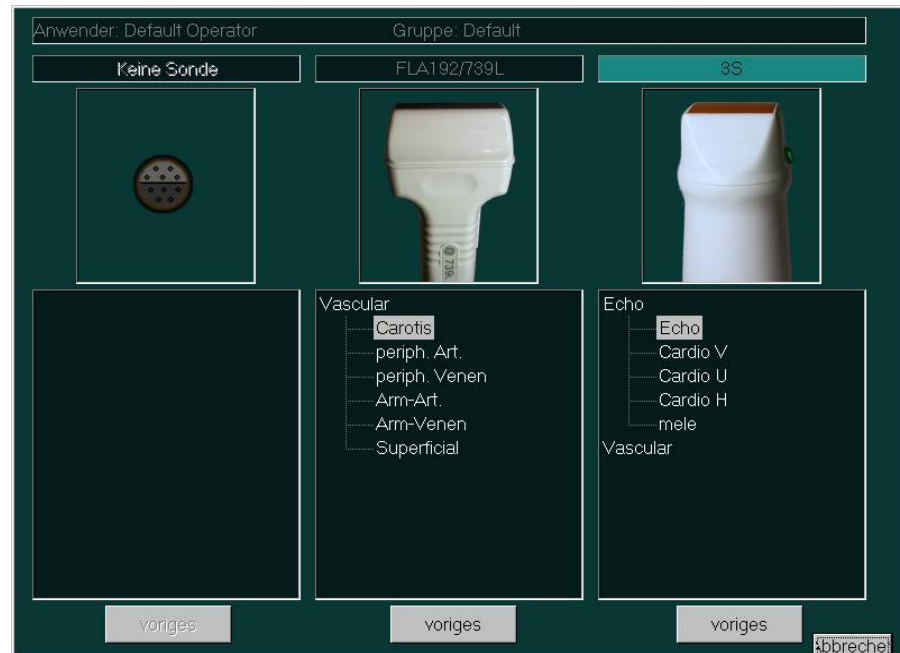

Abbildung 13-5: Bildschirmseite Schallkopf und Anwendung auswählen
1. Drücken Sie auf dem Bedienfeld die Taste **Schallkopf**. Die Bildschirmseite *Schallkopf und Anwendung auswählen* wird angezeigt, siehe Abbildung 13-5.